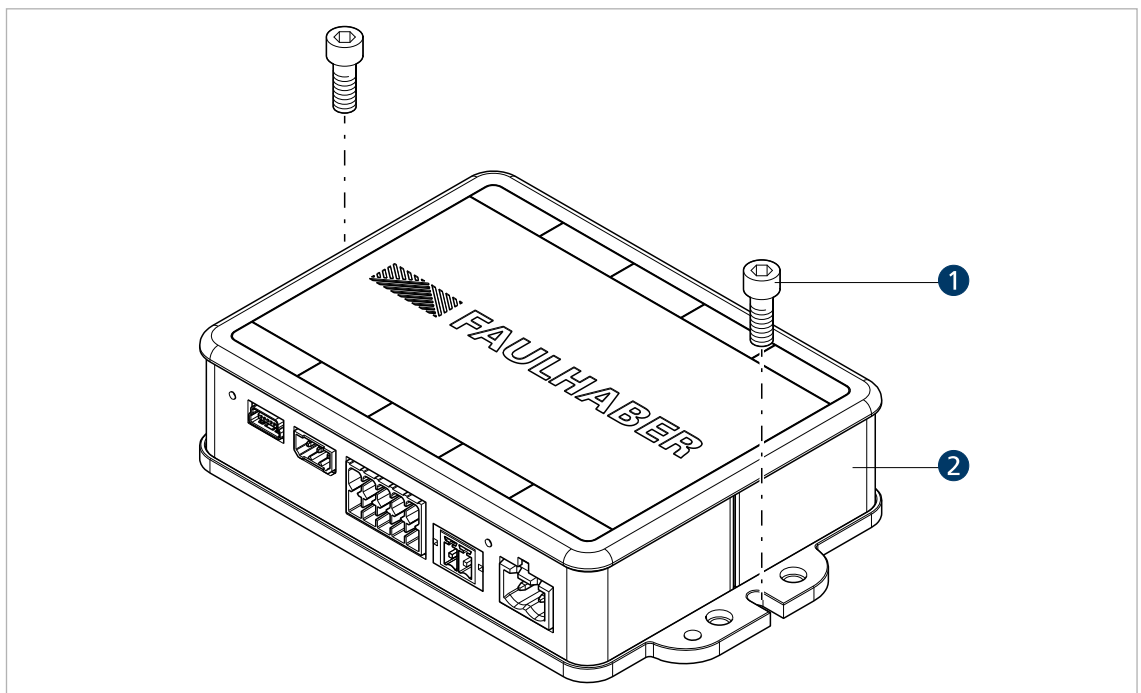

Abb. 7: Montage an den seitlichen Laschen
- ▶ Motion Controller (2) mit Schrauben (1) gemäß Abb. 7 auf Montagefläche befestigen.